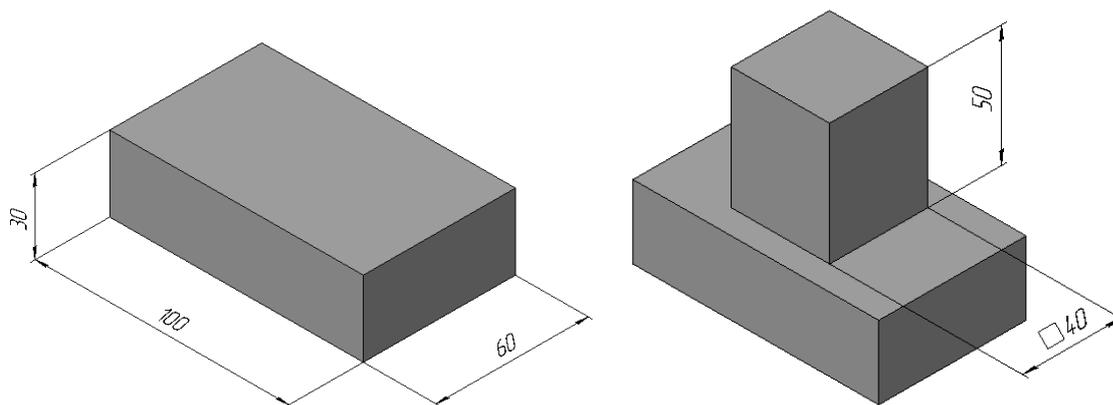

Рисунок 33
2. Вычертим эскиз основания – прямоугольник по центру с высотой **60**мм и шириной - **100**, который выдавим на - **30** (рисунок 33).
3. Для построения верхней прямоугольной четырехгранной призмы на верхней плоскости основания вычертим эскиз – квадрат со сторонами - **40** и выдавим на - **50** (рисунок 33).